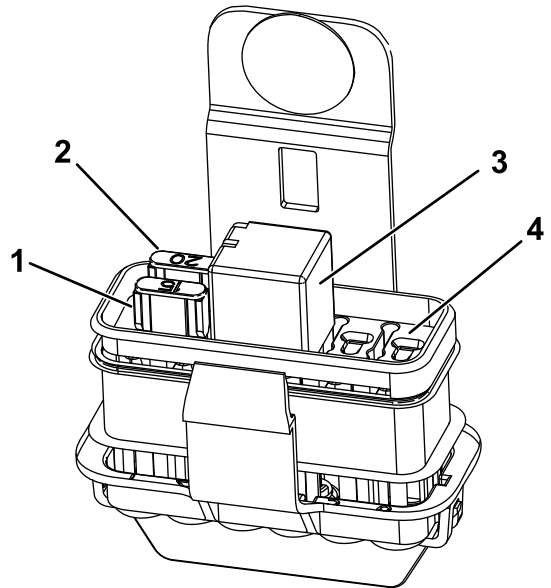

**Figura 67**
3. Cuando la batería esté completamente cargada, desconecte el cargador de la toma de electricidad, luego desconecte los cables del cargador de los bornes de la batería (Figura 67).